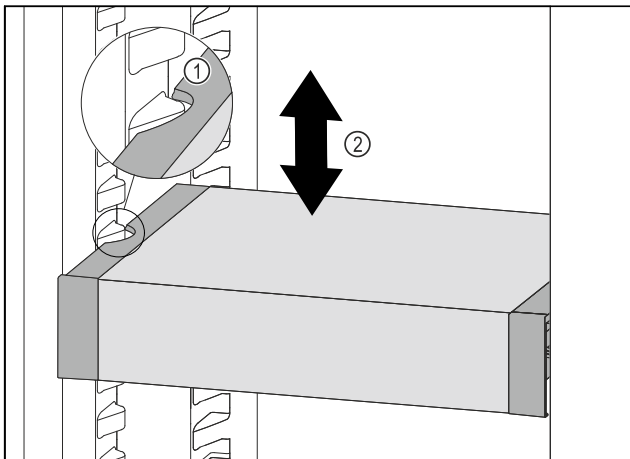

Fig. 133
- ▶ Tirer le VarioSafe vers l'avant jusqu'à ce que les encoches latérales du VarioSafe soient à la hauteur de la nervure du bac dans la partie réfrigérateur. Fig. 133 (1)
- ▶ Déplacer le VarioSafe vers le haut ou vers le bas dans la partie réfrigérateur jusqu'à ce que la hauteur souhaitée soit atteinte. Fig. 133 (2)